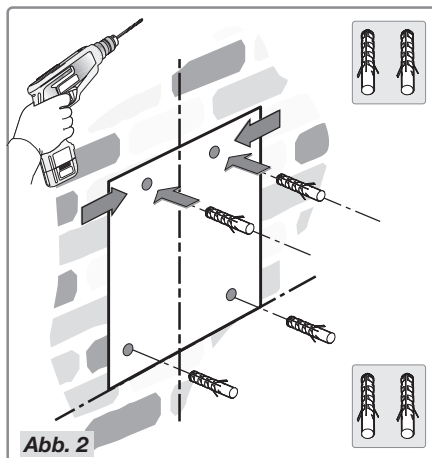

Abb. 2
- Halten Sie die Schablone gegen die Wand und sorgen Sie dafür, dass ihr Umriss mit dem vorher auf die Wand gezeichneten Umriss übereinstimmt. Zeichnen Sie die Position der Bohrlöcher ein und bohren Sie die Löcher (Abb. 2).